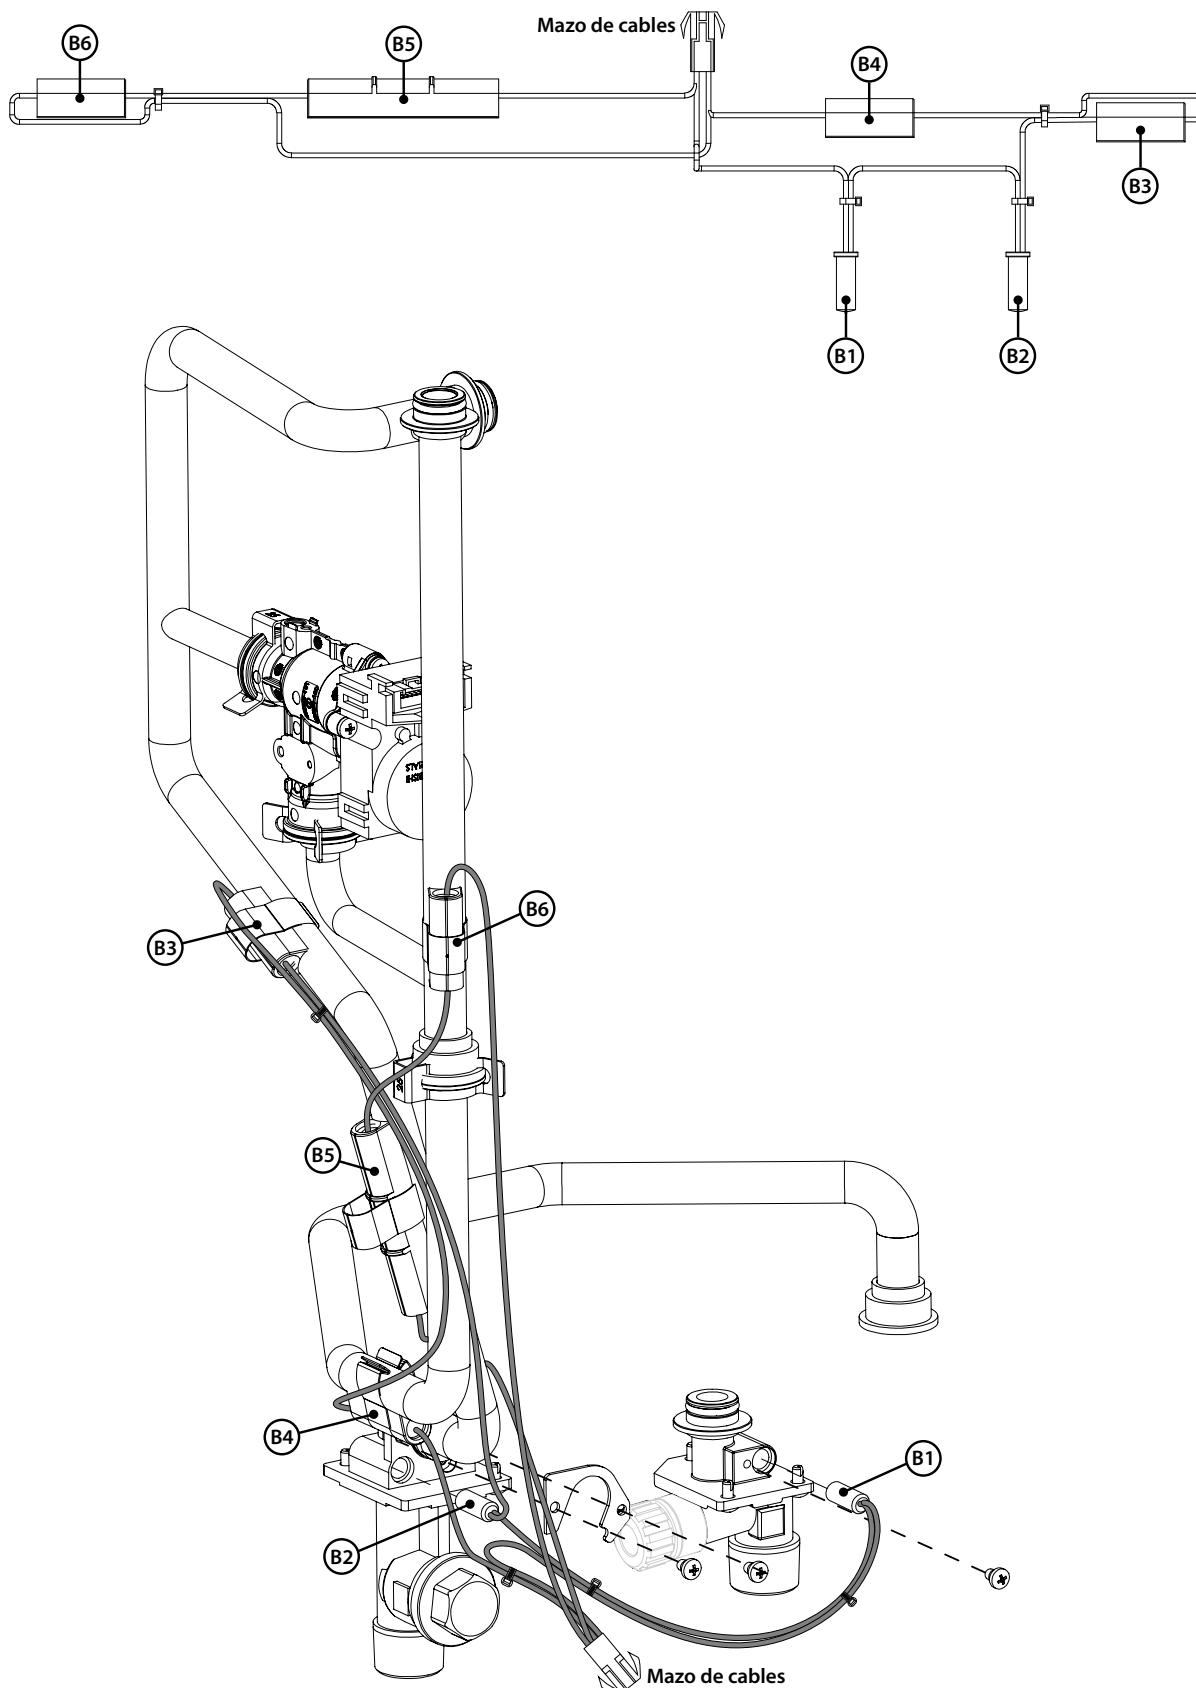

Figura 27 - Guía de referencia de conexión inferior
- 16** Los bloques calentadores B3 - B6 usan un gancho de tipo compresión, como se muestra en la Figura 27. Retire los ganchos de compresión y déjelos a un lado en un lugar seguro para volver a instalarlos.
- 21** Vuelva conectar los bloques calentadores B3 - B6 con los ganchos que se retiraron en el Paso 16. Use la Figura 27 para consultar la ubicación.
- 22** Vuelva a conectar el bloque calentador B2 con el gancho en C y los tornillos que se retiraron en el Paso 17. Use la Figura 27 para consultar la ubicación.
- 23** Vuelva conectar el bloque calentador B1 con los tornillos que se retiraron en el Paso 18. Use la Figura 27 para consultar la ubicación.
- 24** Vuelva a conectar el mazo de cables inferior del bloque calentador y el gancho de seguridad que se retiraron en el Paso 15. Use la Figura 27 para consultar la ubicación.